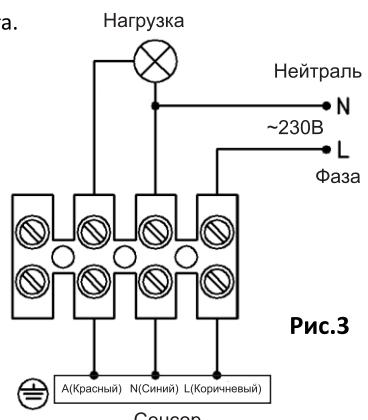

Рис.3
- Подключите сетевые провода и нагрузку к клеммным зажимам в соответствии со схемой (см. рис.3).